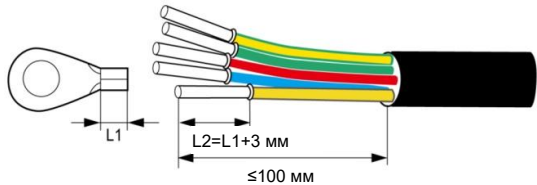

Рис. 5.6 Клемма обжимного кабеля
(1) Подключите четыре провода трехфазной общественной электросети L1, L2, L3 и N к интерфейсу разъема переменного тока в соответствии с таблицей 5-1, а провод заземления подключите к точке заземления на внешней стороне корпуса и убедитесь, что проводники обжаты прочно, без воздействия , как показано на рис. 5.6;